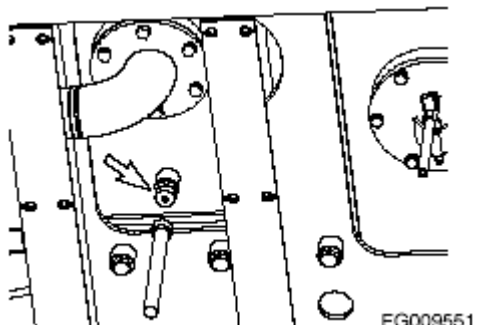

Рисунок 20
- В. Слейте излишки масла, открыв крышку для слива масла (рисунок 20), которая находится на дне бака.